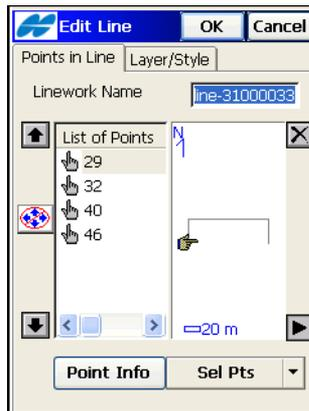

Abbildung 6-27. Edit Linie
4. Ändern Sie bei Bedarf auf dem Register *Linienpunkte* des Fensters **Edit Linie** den Namen der Linie (Abbildung 6-27).